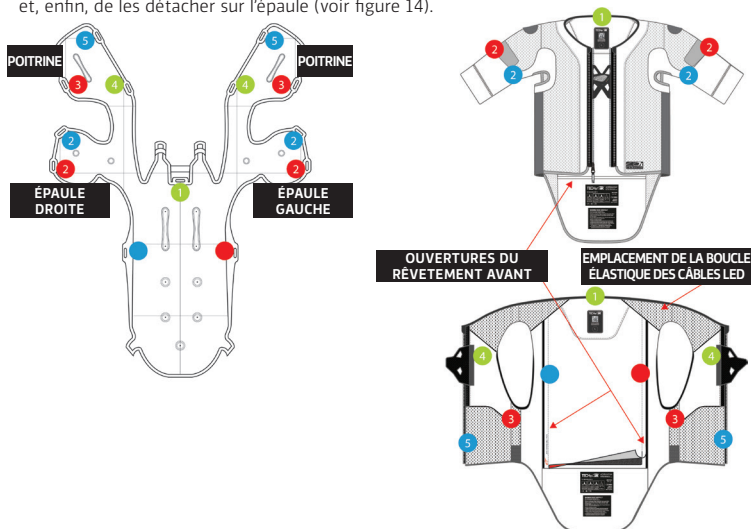

Figure 14 : Emplacement des clips de connexion sur l'airbag (à gauche) et sur la couche de base du système (1) (à droite)
1. Détachez l'Airbag. Accédez à l'Airbag par les ouvertures internes (7) indiquées à la figure 6 et ouvrez tous les clips de connexion disposés comme indiqué à la figure 14. Chaque clip a une couleur et un numéro pour aider l'utilisateur à l'assembler correctement. Le système comporte au total 11 clips de connexion : 2 clips sur l'épaule gauche (#2 bleu - #2 rouge), 2 clips sur l'épaule droite (#2 bleu - #2 rouge), 3 clips sur le côté gauche de la poitrine (#3 rouge - #4 vert - #5 bleu) et 3 clips pour le dos (#1 vert - # bleu - # rouge). Il est suggéré à l'utilisateur de détacher les clips en commençant par les clips situés sur le dos, puis de détacher les clips sur la poitrine et, enfin, de les détacher sur l'épaule (voir figure 14).
1. Fixer l'Airbag. Réinsérez l'Airbag dans le revêtement de base (1) en le faisant passer par l'ouverture présente à l'intérieur de la protection dorsale (5) et en le guidant doucement à travers l'ouverture. Placez maintenant le boîtier des générateurs de gaz (13) à l'intérieur de l'unité de contrôle de l'airbag (6). Tourner le système de manière à ce que la protection dorsale (5) soit orientée vers le bas. Insérez chaque zone de protection de l'Airbag dans les poches correspondantes situées dans le dos, sur les épaules et sur la poitrine, en veillant à utiliser toutes les ouvertures présentes sur la couche de base (1), comme le montre la figure 6. Veillez à ne pas tordre ou plier toutes les parties de l'Airbag. Fixez l'Airbag au revêtement de base (1) en reconnectant 10 des 11 clips de connexion indiqués sur la figure 14, à l'exception du clip de connexion (#1 vert) situé dans la partie supérieure du dos.
1. Insérer les composants électroniques. Une fois l'Airbag remis en place, positionnez l'Airbag avec la protection dorsale (5) orientée vers le haut afin de pouvoir insérer les composants électroniques et leur câblage à travers l'ouverture présente à l'intérieur de la protection dorsale (5). Le système étant positionné avec le rabat frontal (3) vers le haut, accédez à la zone intérieure de la veste et au câblage dans la partie supérieure du dos. Remplacez les capteurs périphériques dans leur pochette Velcro, en veillant à ce que la couleur du capteur corresponde à la couleur indiquée sur l'étiquette, et fermez bien le Velcro. Enfin, repositionnez l'écran LED (2) en le faisant passer avec précaution dans la boucle élastique située au niveau de l'épaule gauche, comme indiqué dans la figure 14, puis faites passer le câblage dans la partie gauche de la poitrine jusqu'à l'ouverture située près du rabat avant (3). Enfin, insérez l'écran LED (2) à l'intérieur du rabat avant (3) et fermez le velcro. Fermez le dernier clip de connexion de l'Airbag (#1 vert) dans la partie supérieure du dos et vérifiez que l'Airbag est bien positionné et qu'il n'y ait AUCUN pli ou partie tordue. Vous pouvez effectuer ce contrôle en passant doucement votre main sur toutes les parties de l'Airbag. Vérifiez également que TOUS les câbles ne soient pas tendus à quelque endroit que ce soit. Veillez ensuite à fermer toutes les ouvertures internes comme indiqué sur la figure 6.
2. Fermer l'unité de contrôle de l'airbag et vérifier le système. Tourner le système avec la protection dorsale (5) vers le haut. Vérifier que le boîtier des générateurs de gaz (13) est bien fixé et que tous les composants sont correctement en place. Vous pouvez maintenant réinsérer le couvercle (12) et vous assurer qu'il est bien fermé. Enfin, vérifiez que le système est entièrement fonctionnel en fermant le rabat avant du système (3) et en vérifiant la séquence de LED indiquée dans la section 13.